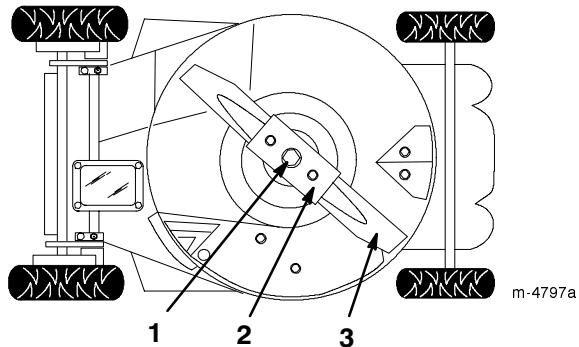

Figure 23
3. Basculez la tondeuse sur le côté **gauche** (filtre à air vers le haut) (Fig. 23).
2. Enlevez le boulon et la rondelle de blocage de la lame, la lame et le renfort (Fig. 23).